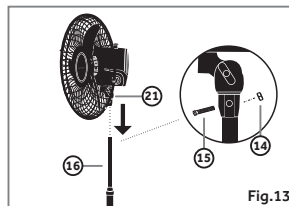

Fig.13
13. Coloque o garfo (21) na coluna A (16) e fixe-o com o parafuso (15) e a porca (14). Fig. 13.